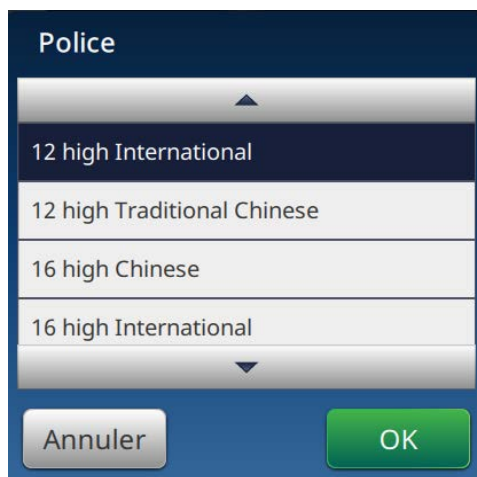

Figure 5-25 : Écran de saisie de la taille de police
20. Appuyez sur le bouton *Police* et sélectionnez « 12 High International » dans la liste déroulante, tel qu'illustré dans la Figure 5-25. Appuyez sur le bouton .